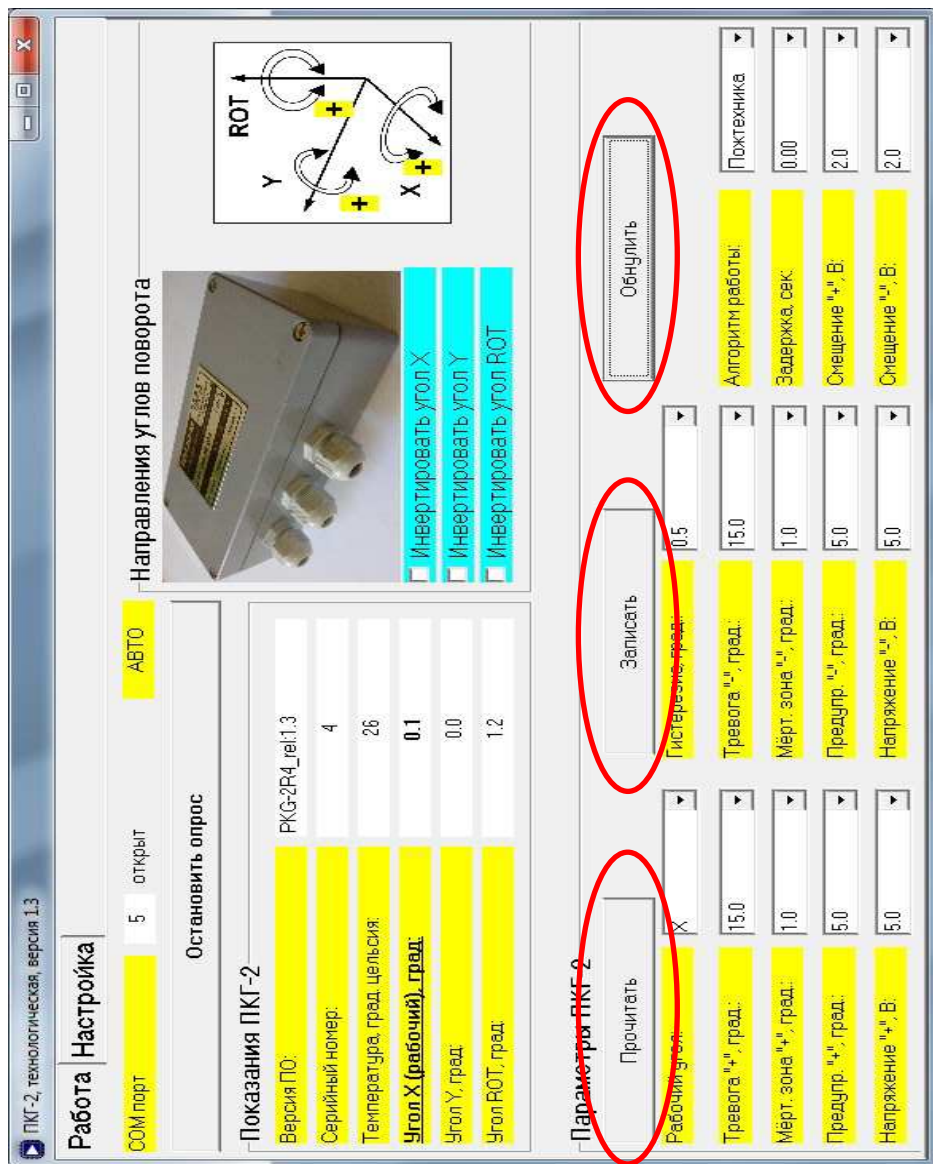

Рис. 9.3. Показания Прибора.
9.2.9. Для обнуления показаний Прибора (юстировки на уровень «горизонта») нажмите на кнопку «**Обнулить**» (см. Рис. 9.3 на стр. 13).